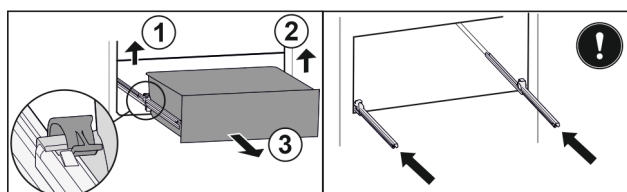

Fig. 191
- Sollevare il morsetto sinistro e allo stesso tempo tirare in avanti il cassetto sinistro. Fig. 191 (1)
- Sollevare il morsetto destro e allo stesso tempo tirare in avanti il cassetto destro. Fig. 191 (2)
- Rimuovere il cassetto tirandolo in avanti. *Fig. 191 (3)*